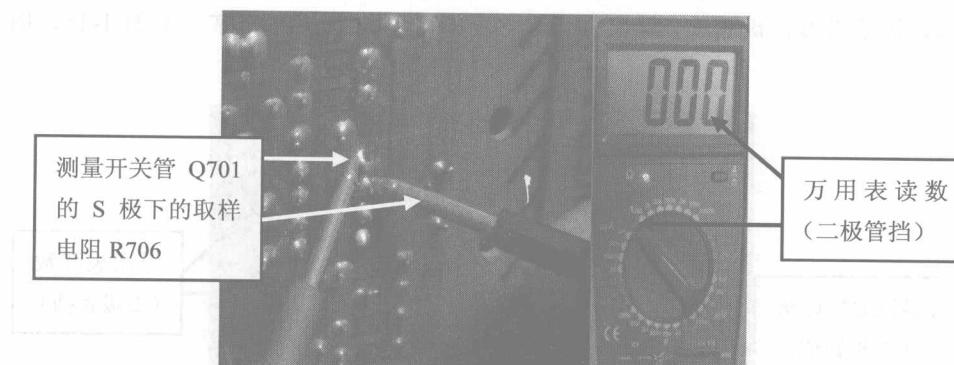

图 1-12
- ⑦ 更换电源控制芯片 UC3842，再次用二极管挡检查开关管电源控制芯片 UC3842 第 6 脚的对地电阻，测得其数值还为 0，说明 UC3842 的脉冲输出脚下级有故障，如图 1-12 所示。